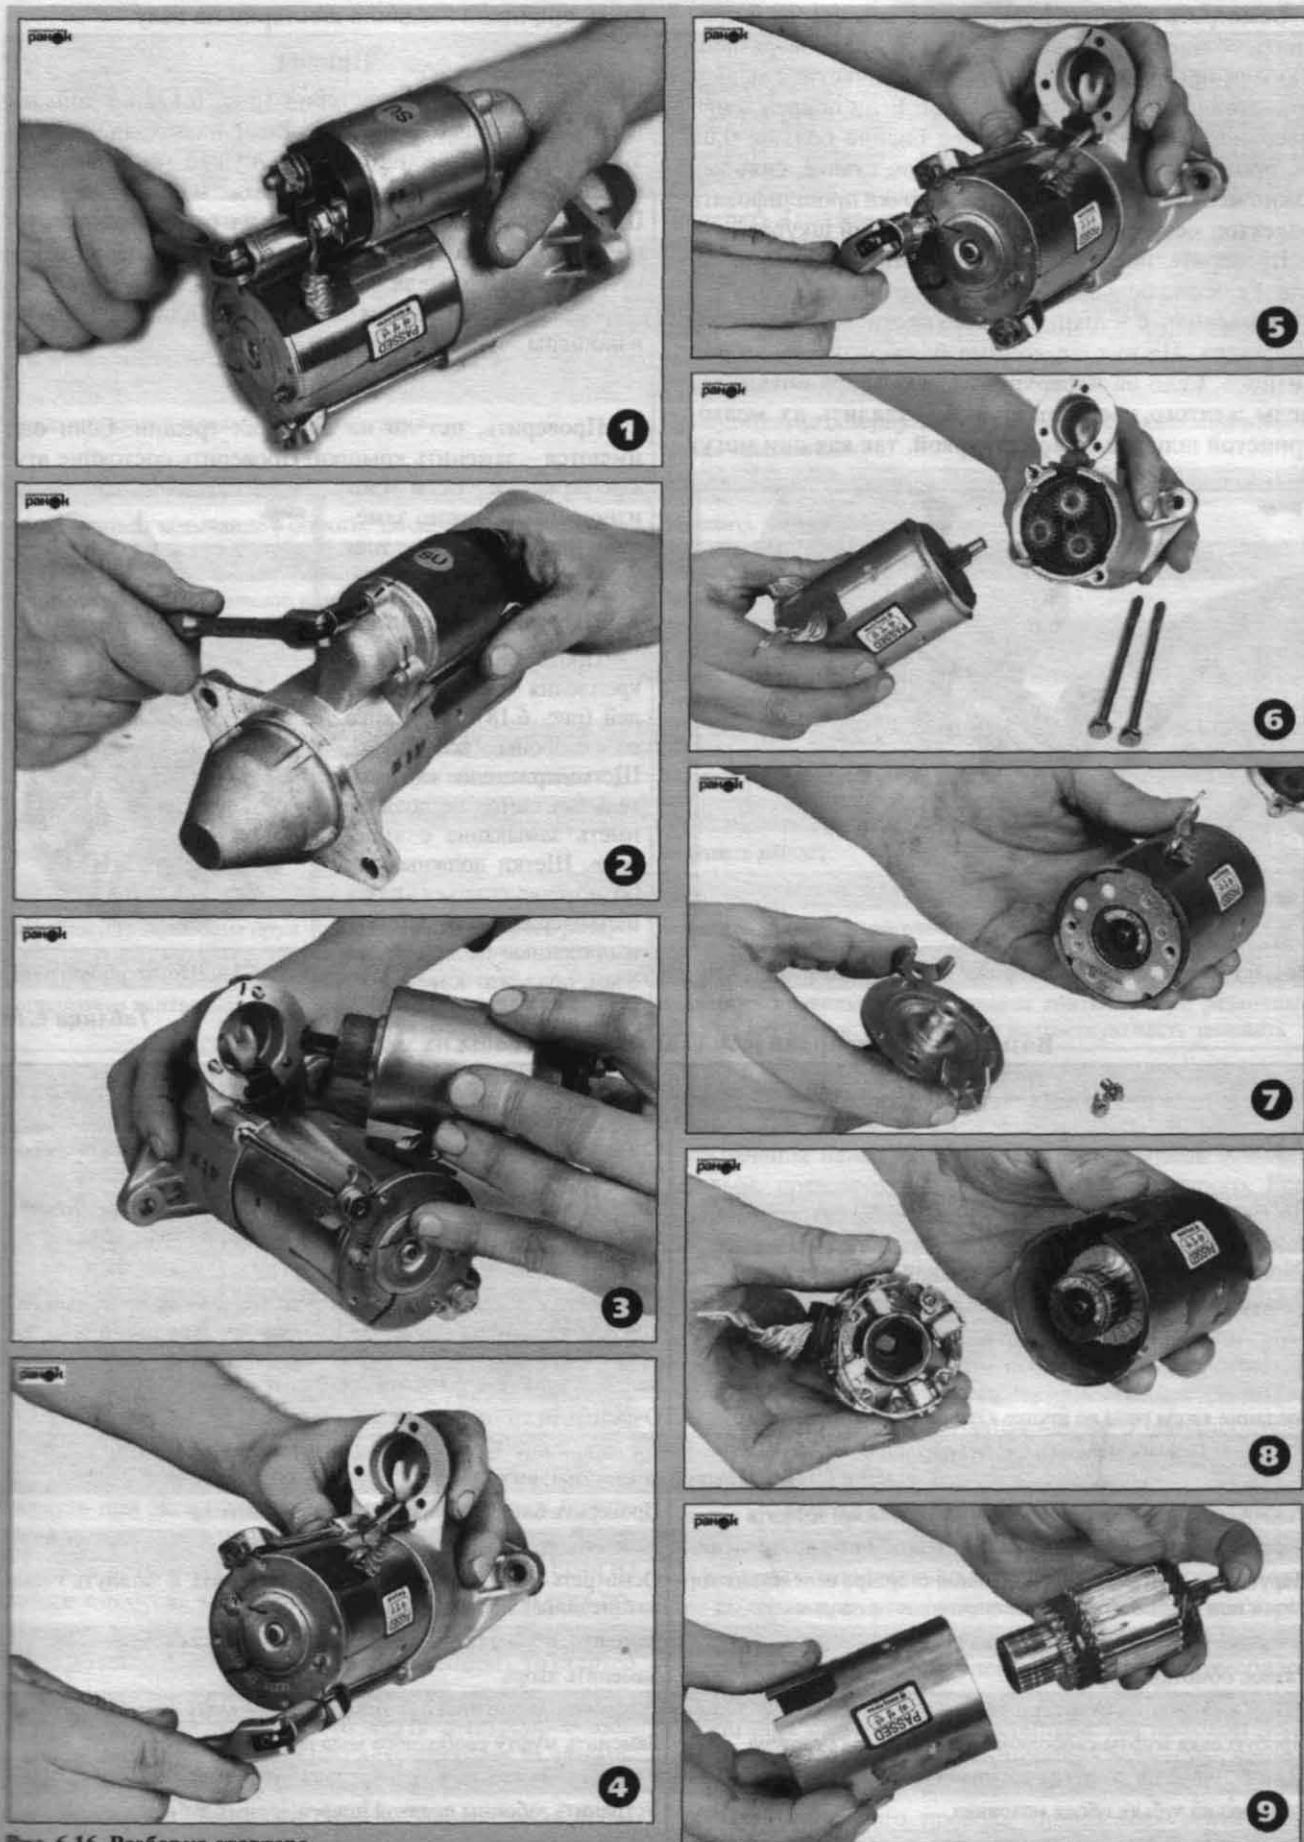

Рис. 6.16. Разборка стартера
**Разборка стартера** производится в следующем порядке (рис. 6.16):